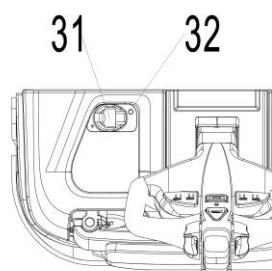

Рис. 21. Штекер з/у
- После зарядки аккумулятора отключите штекер зарядного устройства от источника питания и расположите его в специальном кармане на корпусе (рис. 21, поз. 32).